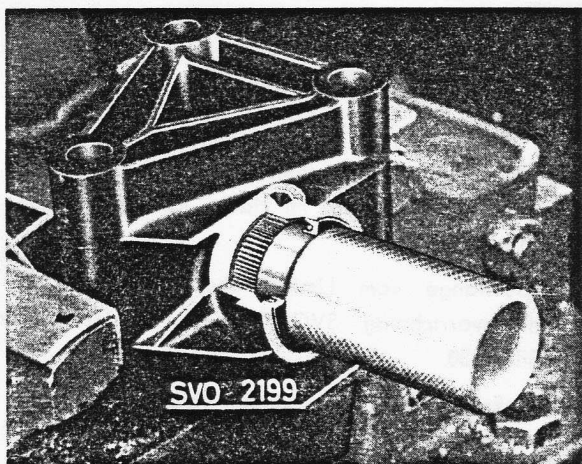

Bild 6-28. Lenkrollenwelle einbauen
6. Schutzbuchse SVO 2199 einsetzen, siehe Bild 6-28 und Lenkrollenwelle in das Gehäuse montieren. Einstellschraube in der Lenkrollenwelle mit einigen Tropfen Öl schmieren.